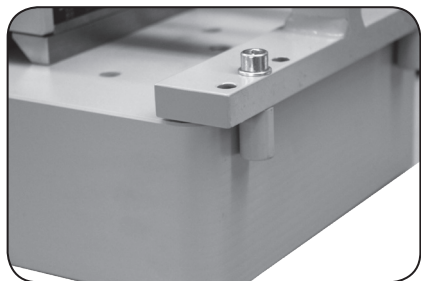

Fig. 1
4. Apoyar firmemente la pieza contra el borde inferior para evitar el deslizamiento de la carga en el modo vertical. (Fig. 1)
3. Apoye firmemente la pieza contra el borde inferior. (Fig. 1) Magnetice el imán según instrucciones de funcionamiento (FX). Levante la carga unos pocos centímetros y comprobar que la carga se levanta de forma segura